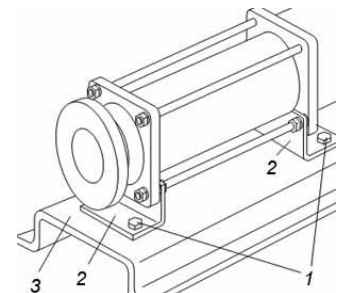

Рис.6
5. Удалить закрепительные гайки 1 между опорной стойкой 2 и рамой (станиной) 3 (рис.6).